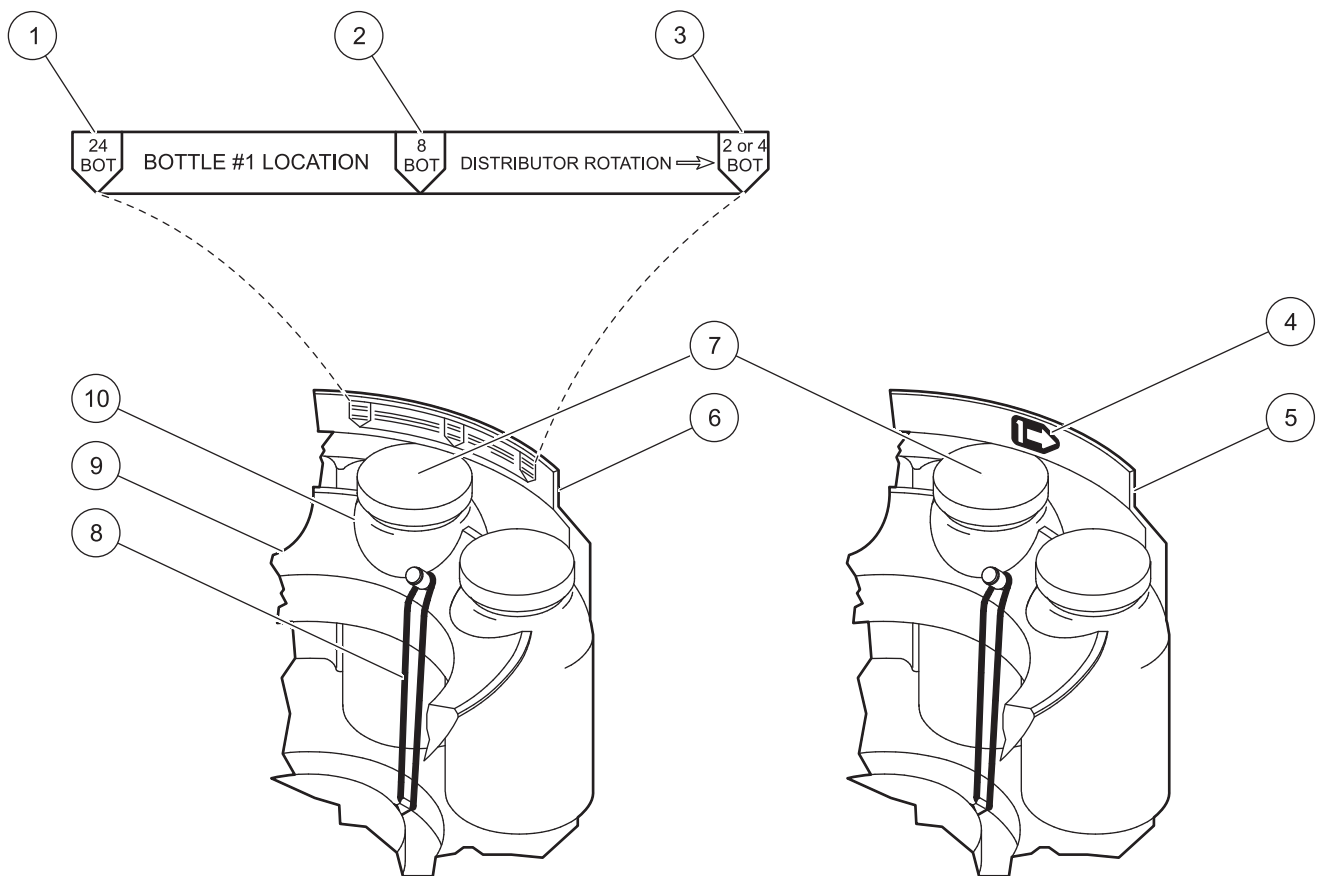
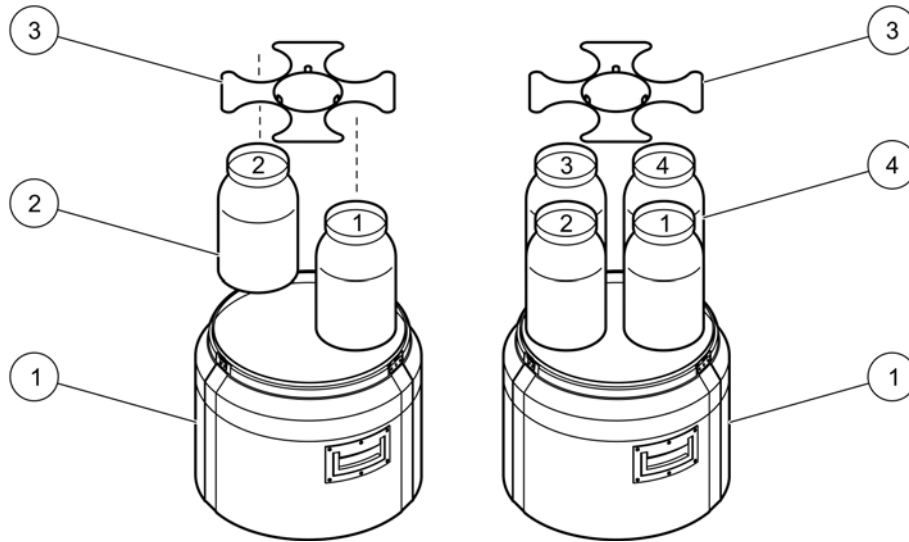

图 8 瓶号 1 的位置
图 9 2 和 4 瓶 安装
*说明：* 请参见图 2 “图 9 “图 1”，以确保使用正确的样品采集瓶、采样器底座和定位器。
将第一个样品采集瓶（1 号）放置在采样器底座的标签下（请参阅 图 8）。根据标签说明的位置，按照升序逐号放置其余的采集瓶。
2. 如图 9 所示，将采集瓶放置到采样器底座上。排列采集瓶，使第一只瓶置于 2 或 4 BOT (图 8 “μ? 22 “\$° £) 标签下。
3. 将定位器安装在采集瓶前方，把手向上。用皮带固定 (图 9)。
2. 将采集瓶放置于底座上（请参阅图 8 ‘?µ?22 “Š° £’）。
小型底座: 排列采集瓶, 使第一只瓶位于箭头标签下 (图 8 “μ? 22 “§° £)。
标准底座: 排列采集瓶, 使第一只瓶位于 24 BOT 标签 (图 8 “μ? 22 “§° £) 下。